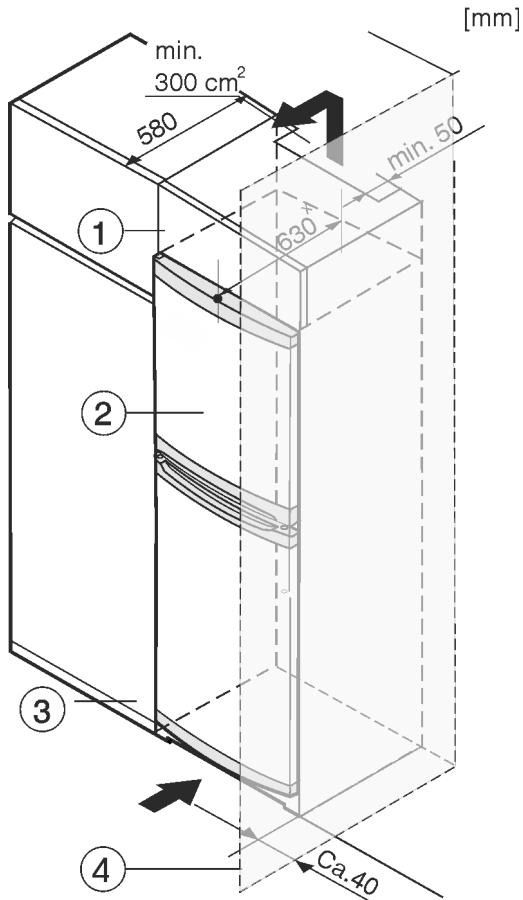

Fig. 8
Okoli naprave lahko vgradite kuhinjske omare. Za poravnavo naprave Fig. 8 (2) s kuhinjskimi elementi lahko nad napravo postavite ustrezno nadgradno omarico Fig. 8 (1).
Pri vgradnji aparata v kuhinjske omare (globina maks. 580 mm) lahko aparat postavite neposredno ob kuhinjsko omaro Fig. 8 (3). Aparat je ob strani postavljen 34 mm x in na sredini aparata 50 mm x od čelne stranice kuhinjske omare.
Če aparat postavite s tečaji ob steni Fig. 8 (4), mora razdalja med aparatom in steno znašati vsaj 40 mm. To ustreza velikosti ročaja pri odprtih vratih.